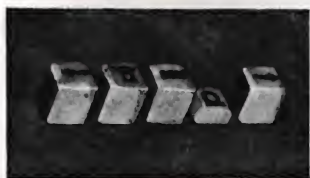

Fig. 3
- b) Ruotare il bottone 4 fino a portare l'indice in corrispondenza del segno — quindi premere il secondo bottone da destra fig. 3, quello cioè recante il simbolo \bigcirc